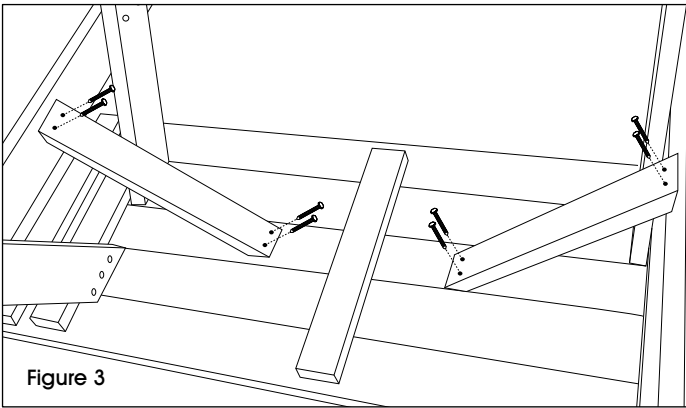

Figure 3
7. Assurez-vous que les pattes sont perpendiculaires au dessus de table pour que le dessus de table soit bien de niveau. Prépercez des trous et fixez les renforts de soutien diagonaux à l'aide de quatre vis à bois de 2 1/2 po sur la traverse et le dessus de table préassemblé. (Voir Figure 3)